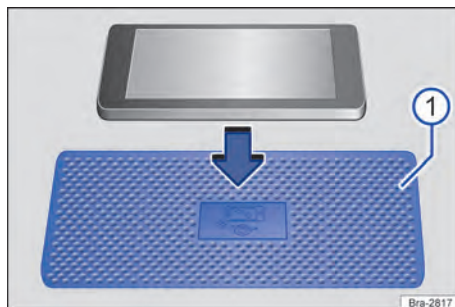

Abb. 146 Ablagefläche mit Einlegematte für die induktive Ladestation (Prinzipdarstellung).
Bei einigen Fahrzeugen hat die Einlegematte ein Telefonsymbol, das die Mittenposition der induktive Ladestation kennzeichnet → Abb. 146 ①. Das Symbol auf der Einlegematte kann bei einigen Fahrzeugen anders aussehen.